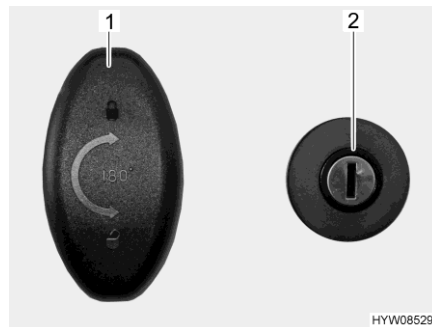

Bild 55 Tüschloss (Garagentür)
**Öffnen:** ■ Schlüssel in Schließzylinder (Bild 55,2) stecken und im Uhrzeigersinn drehen. Die Zentralverriegelung ist entriegelt.
■ Schlossgriff (Bild 55,1) eine halbe Umdrehung im Uhrzeigersinn drehen und Garagentür öffnen.
■ Schlossgriff (Bild 55,1) eine halbe Umdrehung entgegen dem Uhrzeigersinn drehen.
■ Schlüssel in Schließzylinder (Bild 55,2) stecken und entgegen dem Uhrzeigersinn drehen. Die Zentralverriegelung ist verriegelt.